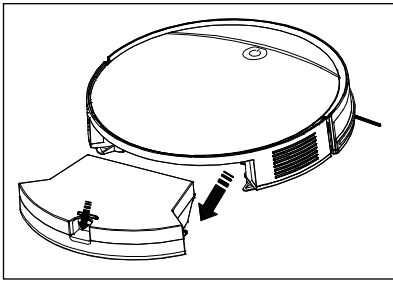

Fig. 7
- 1) Pressione o botão de desbloqueio 13 do reservatório de pó 14 e puxe este último para fora do aparelho (ver fig. 7).